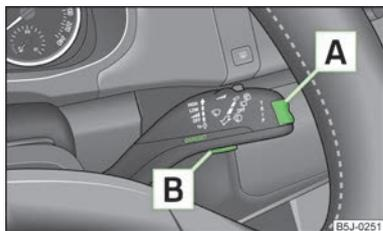

Fig. 7
- El **Menú principal** se activará pulsando la tecla basculante **A** » fig. 7 durante algún tiempo.
- Si en la pantalla informativa se muestran los mensajes de advertencia, estos mensajes se deben activar con la tecla **[B]** » fig. 7 de la página 16 para activar el menú principal.